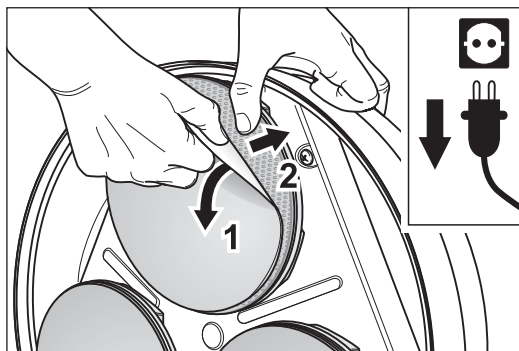

Abb. 32 Die Klettschleifscheibe abziehen (1) und gleichzeitig den flexiblen Kletthafring am Schleifteller festhalten (2).
- 4 Ziehen Sie an jedem Schleifteller mit der einen Hand die Klettschleifscheibe ab (Abb. 32, 1) und halten Sie gleichzeitig mit der anderen Hand den flexiblen Kletthafring am Schleifteller fest (Abb. 32, 2).